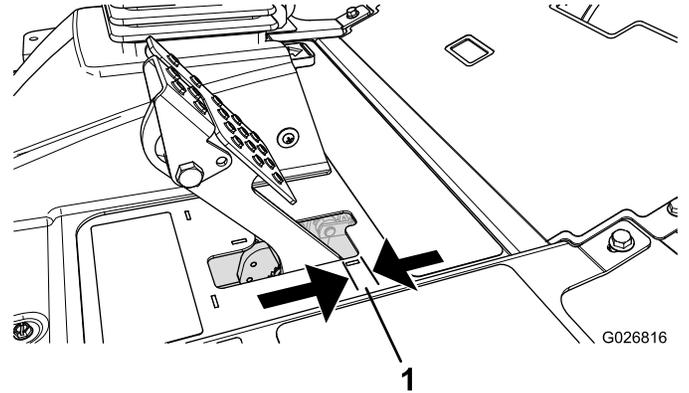

図 64
ブレーキペダルの「遊び」図 64が 2.5cm 以上となったり、強く踏み込まないとブレーキの効きが悪いと感じられるようになったら、調整を行ってください。遊びとは、ブレーキペダルを踏み込んでから抵抗を感じるまでのペダルの行きしろを言います。
2. 後ナットを締めてケーブルを後方に移動させて、ホイールがロックする前のブレーキペダルの遊び図 64が 613mm なるように調整する。